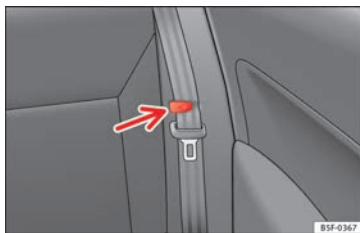

Fig. 149 Suporte para fixar o cinto de segurança.
- Coloque os cintos de segurança laterais no suporte do revestimento » **Fig. 149**.